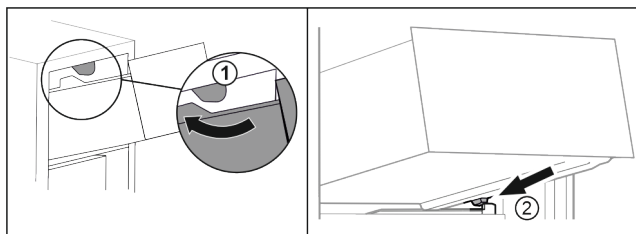

Fig. 61
- ▶ Preved'te zásuvku okolo horných zarážok. Fig. 61 (1)
- ▶ Nasad'te zásuvku šikmo za dolnými zarážkami na rebro nádoby. Fig. 61 (2)